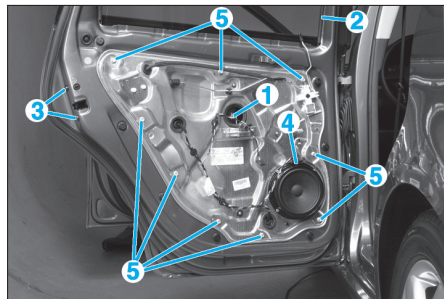

Fig. 73
- l'obturateur, baisser la vitre de manière à accéder à sa fixation, puis chasser son axe de retenue (1) (Fig.73),
- les vis (3) de fixation de la serrure.
- Débrancher le connecteur (4) (Fig.73) du haut-parleur.
- Déposer les vis (5) de fixation de la platine